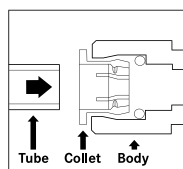

Fig.1
- ▶ Introduza o tubo perpendicularmente (Fig. 1).